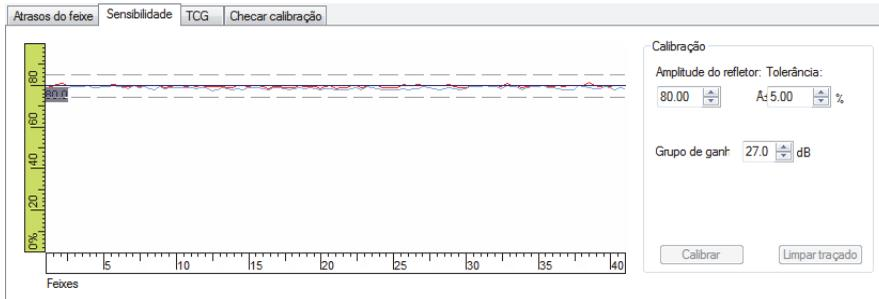

Figura 4-23 Curvas para calibração de sensibilidade
8. Execute um novo rastreamento sobre o refletor de referência no bloco de calibração para validar a calibração, confirme se a linha vermelha aparece dentro das linhas de tolerância (Figura 4-23 na página 124).